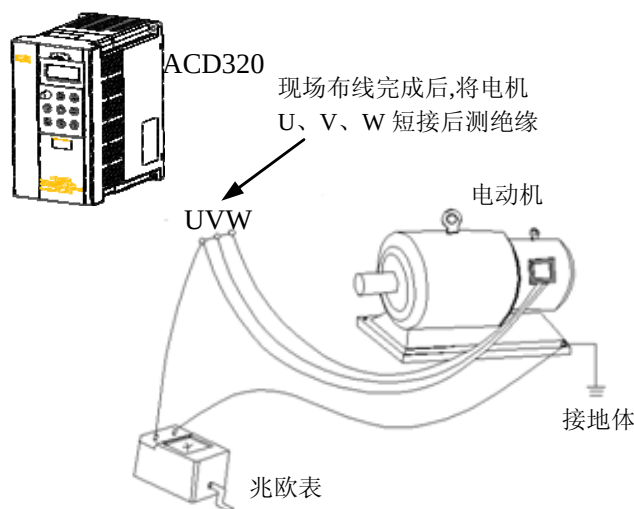

图 1-1 电机绝缘检查示意图
- (1) ACD320 系列变频器为电压型变频器，使用时电机的温升、噪声和振动与工频运行相比较略有增加，属正常现象。
- (2) 如果需要以低速恒转矩长期运行，必须选用变频电机。若使用一般的异步交流电机低速运行时，应监控电机温度或采取强制散热措施，以防烧毁电机。
- (3) 减速箱及齿轮等需要润滑的机械装置在长期低速运行时，可能由于润滑效果变差造成损坏，请事先采取必要措施。
- (4) 若超过电机额定频率运行时，除了考虑电机的振动、噪音增大外，还必须确保电机轴承及机械装置的使用速度范围，请务必事先确认。
- (5) 对于提升设备和大惯性之类的负载，变频器常会因产生过流或过压故障而跳闸，为保证正常工作，应考虑选配适当的制动组件。
- (6) 应通过端子或其它正常的命令通道对变频器进行起停控制。严禁在变频器输入侧使用接触器等强电开关直接频繁起停操作，否则会造成设备损坏。
- (7) 如果需要在变频器输出和电机之间安装接触器等开关器件，请确保变频器在无输出时进行通断操作，否则可能会损坏变频器。
- (8) 变频器在一定的输出频率范围内，可能会遇到负载装置的机械共振点，可设置跳跃频率来避开。
- (9) 使用前，应确认电源电压在允许的工作电压范围之内，否则应做变压处理或订购特种变频器。
- (10) 在海拔高度超过 1000 米的条件下，变频器应降额使用，每增加 1500 米高度输出电流约降低额定电流的 10%。
- (11) 电机在首次使用或长时间放置后再使用之前，应做电机绝缘检查。请使用 500V 电压型兆欧表按图 1-1 所示进行检查，绝缘电阻不得小于 5 M Ω ，否则有损坏变频器的可能。